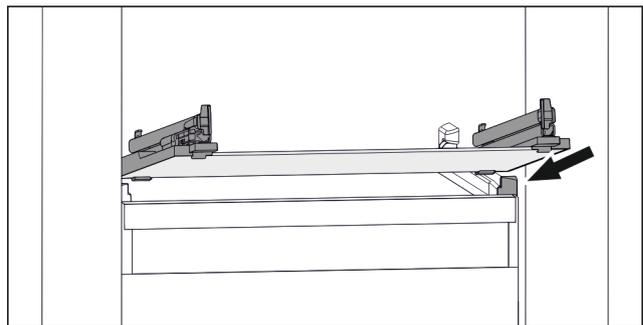

Fig. 51 Beispielhafte Darstellung der Glasplatte
- ▶ Glasplatte schräg hinter den Stopperrahmen aufsetzen. (siehe Fig. 51)